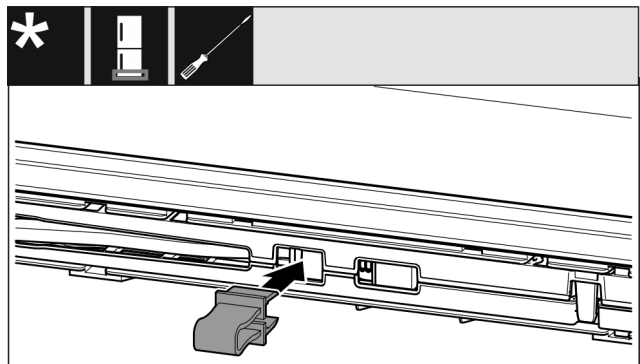

Fig. 12
- ▶ Sicherung in Öffnung einrasten *Fig. 12 (1)*.